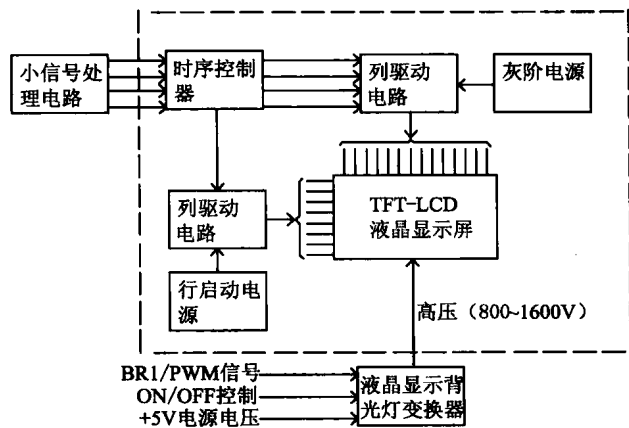

图 1-2 液晶显示屏的显示原理方框图
(1) 驱动过程。在一个液晶显示屏中，左右两个电极是排列在液晶同一侧的，当没有施加电场时，所有的分子都指向同一方向。当在两个电极施加电场后，液晶分子的排列就马上改变。这个施加电场的过程就是对液晶显示屏的驱动过程。
(2) 驱动类型。根据液晶显示屏结构的不同，其驱动方式也不一样，可分为段电极驱动、无源矩阵电极驱动和有源矩阵电极驱动。
(3) 基本原理。液晶显示屏的显示原理可用图 1-2 所示的方框图来表示。液晶显示屏的逻辑板电路是装在屏体的内部，它包括时序控制电路、行驱动电路、列驱动电路、灰阶控制等。
图 1-2 所示的虚线框内是显示屏屏体内部电路方框图。小信号数字电路送来的数字图像信号，经接口电路进入液晶显示屏体内部的逻辑控制电路（时序控制器），经过运算处理后，转换为液晶平板显示器矩阵显示所需要的行、列驱动信号。一旦行、列有电压被加上，行和列在屏上的交点就会发光。数字的图像驱动信号加到液晶显示屏的行和列驱动电极上，图像就可以在屏幕上形成。
对于液晶显示屏的液晶片损坏是不能维修的，内部的（图 1-2 所示的虚线框内）时序控制器、行/列驱动电路等损坏（故障率极低），一般的维修人员进行检修难度较大。而高压背光板完全可以进行修理，而且高压背光板也是比较容易出现故障的部位。